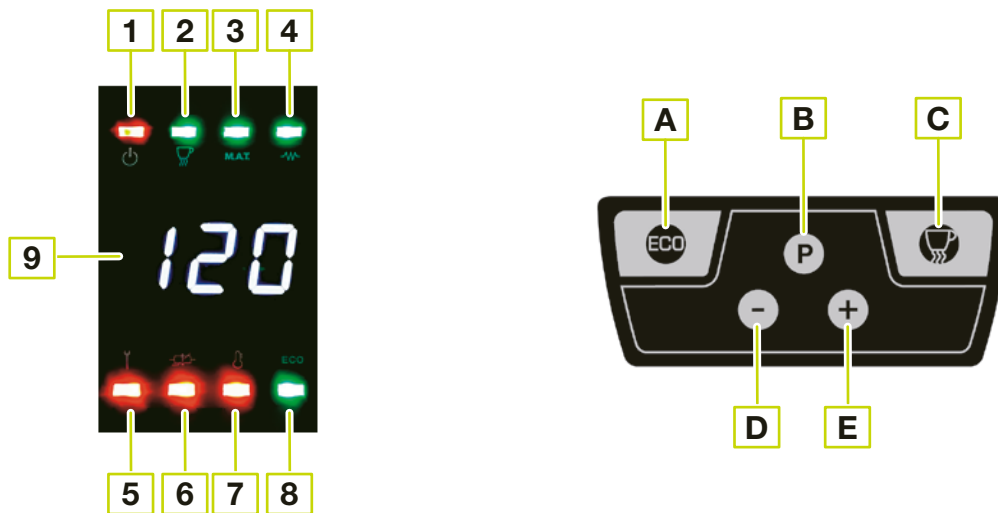

Fig. 6
Al termine della fase di caricamento acqua in caldaia la relativa spia di caricamento **(7 - Fig. 6)** si spegne.
- D.** Attendere che l'apparecchio arrivi alla temperatura di regime termico, verificando sul Led Display **(9 - Fig. 6)** il raggiungimento della temperatura, espressa in °C, impostata al momento dell'installazione.
Ogni qualvolta la temperatura scende al di sotto del SET impostato, il simbolo **(4 - Fig. 6)** inizia a lampeggiare (fase di riscaldamento) sino al raggiungimento della temperatura impostata.